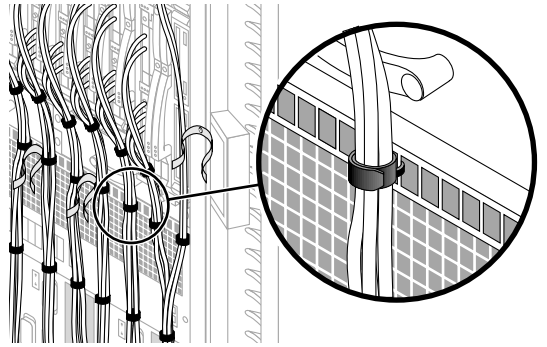

図 4 ケーブルを固定するケーブルハンガーストラップ
4. ペンチまたは同等の工具を使用してエアブリナムに付けたタイラップの端を切断し、固定された黒のケーブルハンガーストラップ (No. 3) に、各 I/O ボードセットケーブルの束と SC ケーブルを垂直に固定します (図 4)。